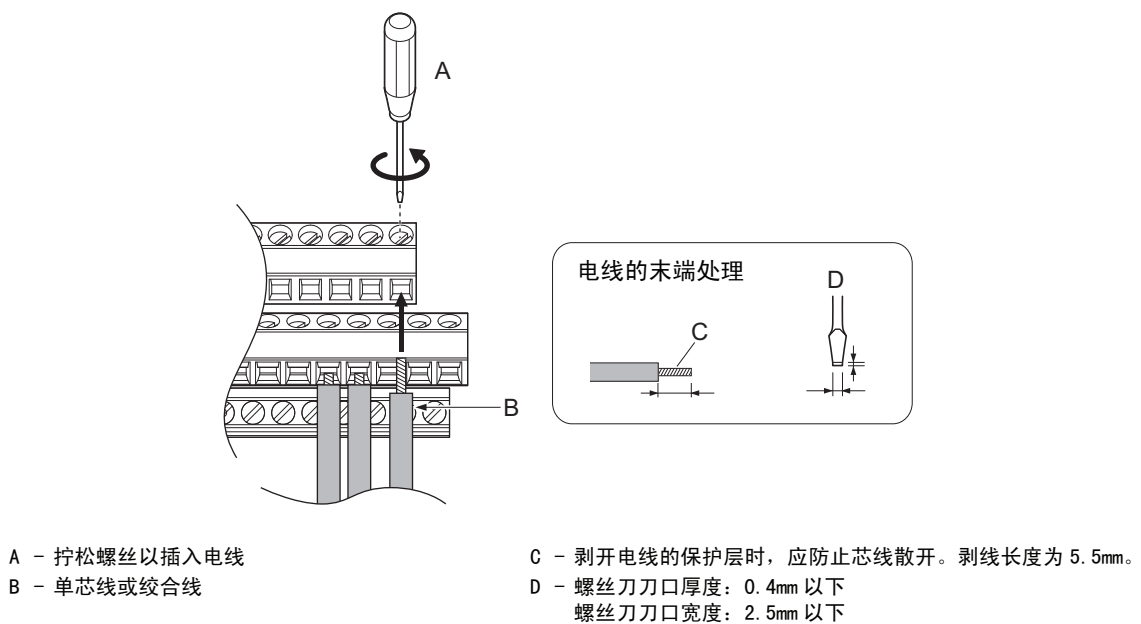
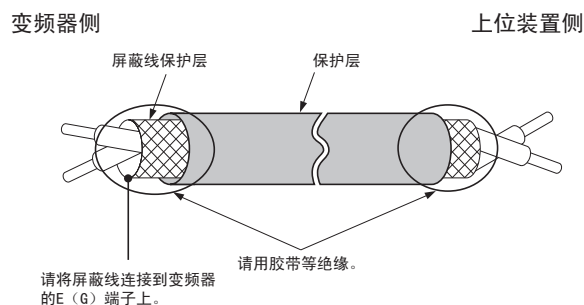

图 3.31 端子排接线说明
图 3.32 屏蔽线的线头处理
接线时请参考图 3.31。并参照图 3.32 对屏蔽线的线头进行处理。关于紧固力矩，请参照“电线尺寸和紧固力矩”（82 页）。
如果不利用操作器而利用外部频率设定器来设定频率，请按图 3.32 所示，使用已经过线头处理的双股绞合屏蔽线。屏蔽线应接在变频器的 E (G) 端子上。